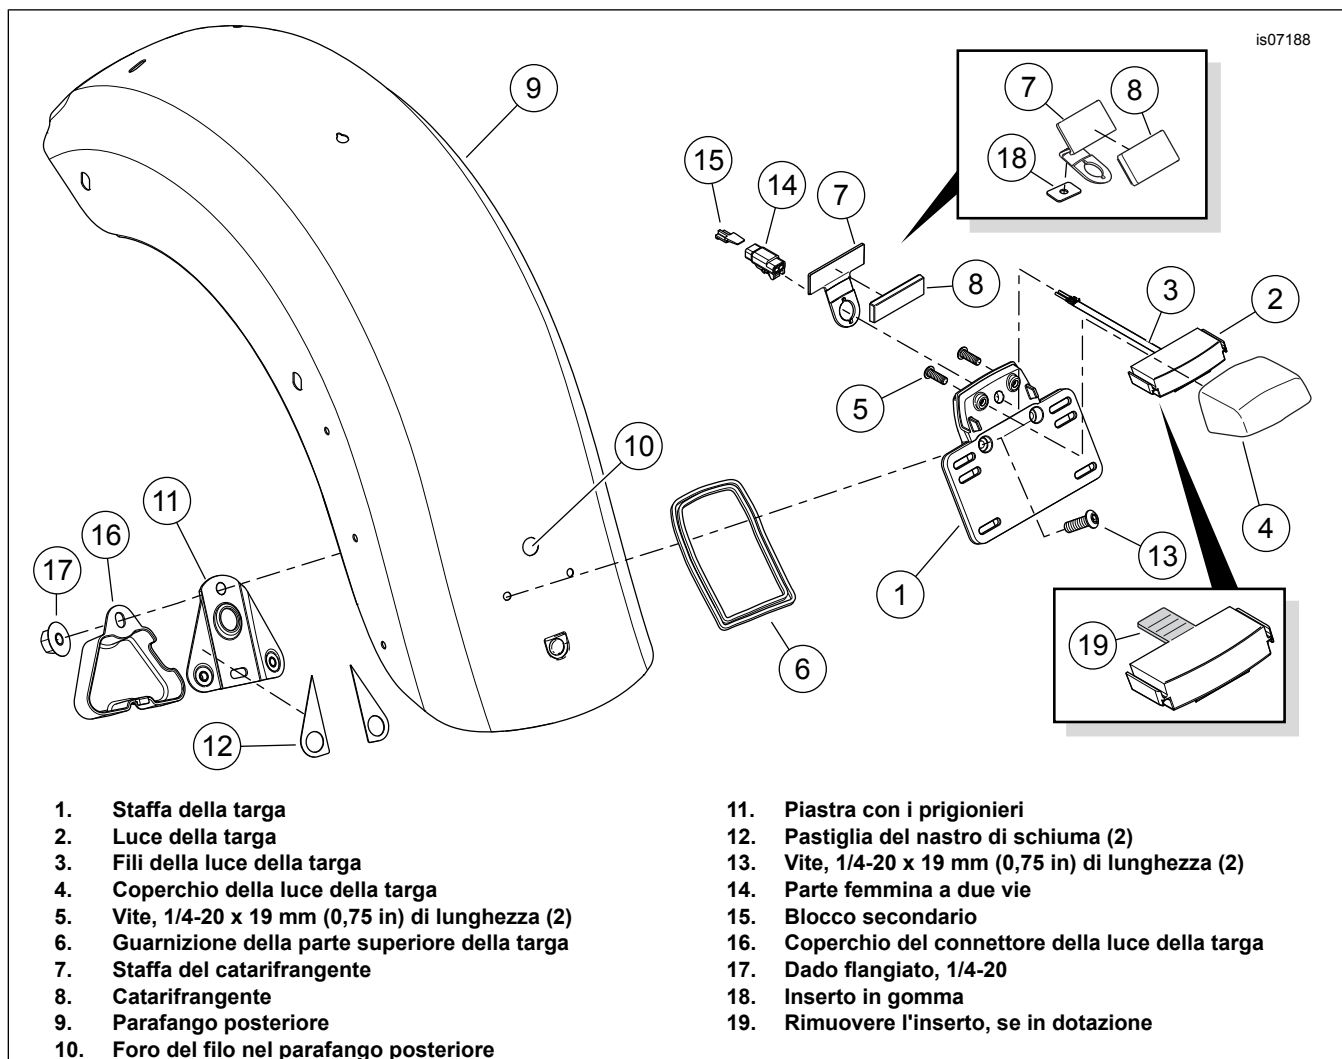

Figura 4. Installazione della luce della targa e della staffa
Alcune luci della targa presentano una linguetta (vedere l'inserto Figura 4, elemento 19) che impedisce l'installazione. Prima di procedere rimuovere la linguetta.
1. Vedere Figura 4. Montare la luce della targa (2) e il coperchio (4) sulla staffa della targa (1). Serrare le viti a una coppia (5) di 6,4–7,8 N·m (57–69 in-lbs).
2. Procurarsi la piastra con i prigionieri (11) e i due cuscinetti adesivi in schiuma (12) dal kit. Staccare il rivestimento da un lato della superficie adesiva di un cuscinetto. Posizionare con attenzione il cuscinetto su una flangia della piastra con i prigionieri, sul lato opposto ai dadi. Spingerla saldamente al suo posto. Ripetere con il secondo cuscinetto sulla flangia restante. Rimuovere il rivestimento dal lato esposto dei cuscinetti.
3. Procurarsi dal kit il catarifrangente (8) e la staffa (7) corretti. Rimuovere il rivestimento dalla parte posteriore adesiva del catarifrangente. Installare sulla staffa come illustrato.
**Per i modelli HDI che usano la staffa del catarifrangente 60921-09 (vedere Figura 4):** rimuovere il rivestimento dalla parte posteriore adesiva dell'inserto in gomma da 30 x 19 x 1 mm (x in) (18). Posizionare l'inserto sulla parte posteriore della staffa del catarifrangente (7) sopra il foro, come illustrato. Spingerla saldamente al suo posto.
4. Tenendo ferma la guarnizione (6) in sede, inserire i fili della luce (3) attraverso la staffa della targa (1), la staffa del catarifrangente (7) e il foro (10) nel parafango (9).
5. Tenere in posizione la piastra con i prigionieri (11) sul lato inferiore del parafango. Assicurare la staffa della targa (1) alla piastra con i prigionieri con le viti (13). Serrare le viti a fondo.
6. Inserire i fili della luce della targa nella parte femmina a due vie (14) in conformità al manuale di manutenzione. Assicurare con il blocco secondario (15). Collegare la parte maschio a due vie del cablaggio posteriore alla parte femmina [45B] della luce della targa.
7. Installare il coperchio del connettore della luce della targa (16). Fissare con un dado flangiato (17). Serrare il dado a una coppia di 3,4–5,1 N·m (30–45 in-lbs).